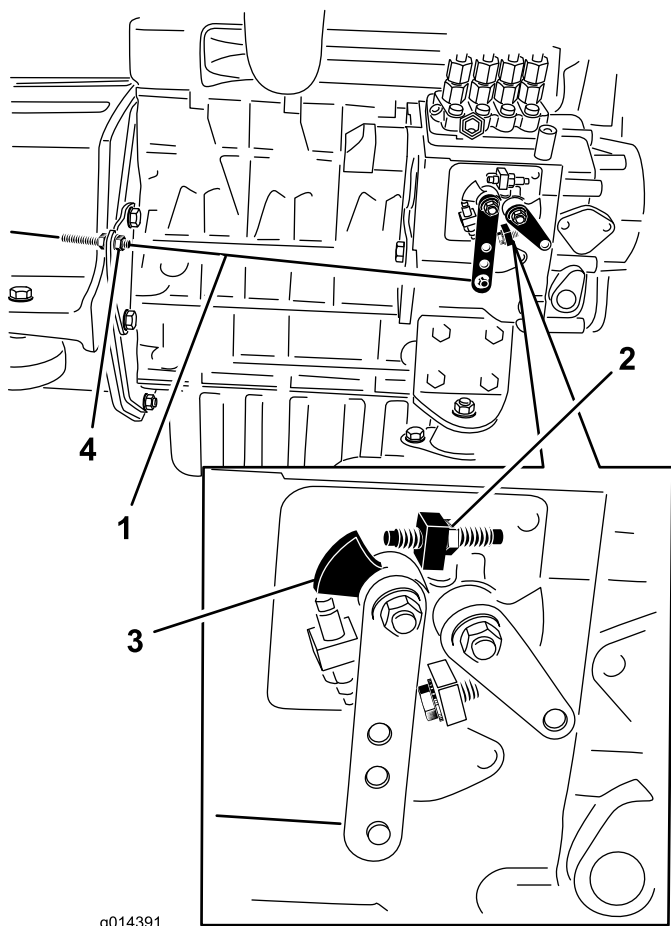

Figura 38
2. Compruebe la posición de la palanca de control de velocidad de la bomba de inyección de combustible del motor. La palanca de control de velocidad debe estar en contacto con el tornillo de alta velocidad cuando la palanca de control del acelerador está en la posición de Rápido (Figura 38).
- Si es necesario, la posición de las contratueras del cable de control del acelerador puede ajustarse hasta que la palanca de control de velocidad entre en contacto con el tornillo de alta velocidad cuando la palanca de control del acelerador está en la posición de Rápido (Figura 38). **No ajuste el tornillo de alta velocidad de la palanca de control de velocidad.**